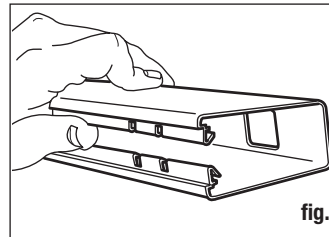

fig. 1
- Tome uno de los pretilles y abra cuidadosamente la estricción con la mano o una cuña de madera (fig. 1). Esta pieza se convertirá en el pretil inferior del ensamblado.
La mayoría de los jardines son relativamente planos y permiten una instalación sencilla. Si su jardín es muy empinado o desigual, asegúrese de dejar la altura de montaje deseado para el panel adyacente cuando coloque los postes. En casos extremos es posible que necesite "escalonar" los paneles (fig. 1).